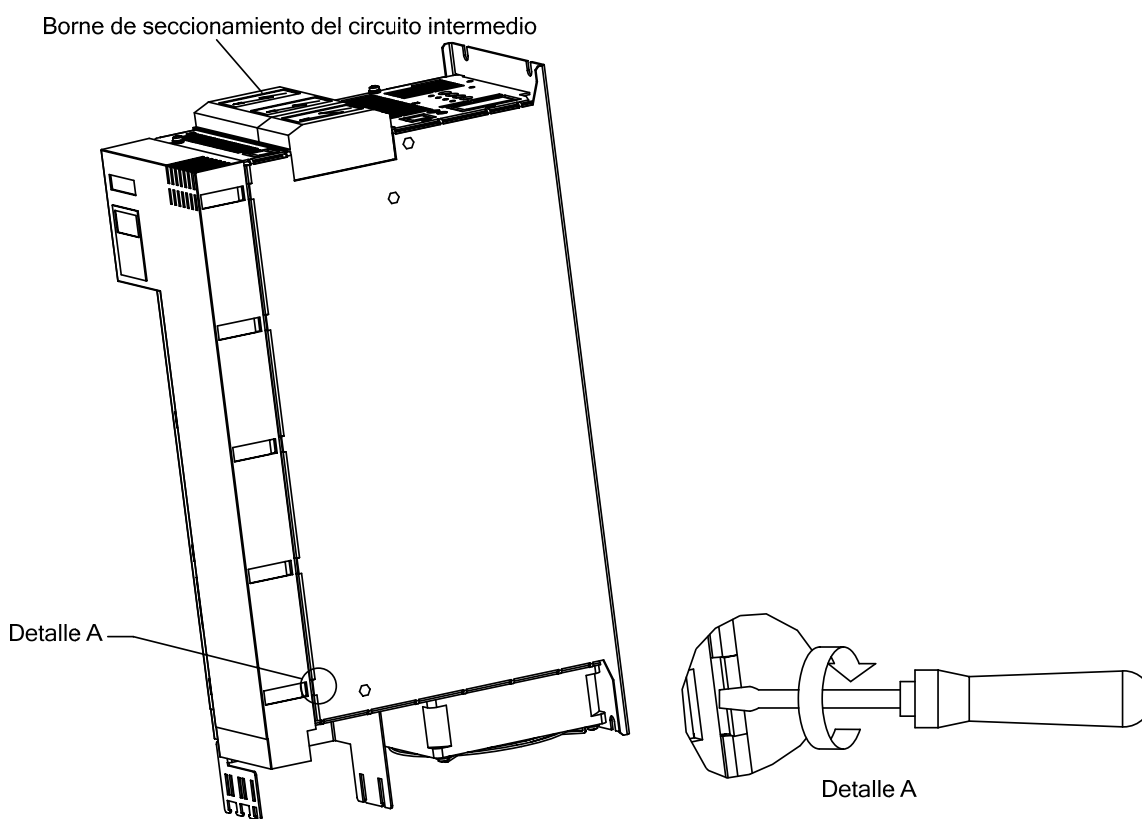

Figura 5-8
- ◆ Quite los cuatro tornillos de fijación en los lados superior e inferior del equipo. Haciendo palanca con un destornillador plano, levante con cuidado la placa frontal para soltarlo de los 5 ganchos que lo fijan al lado derecho del equipo (ver detalle A en Figura 5-8). La placa frontal sólo tiene que soltarse por el lado derecho del equipo. La placa frontal y la pared lateral izquierda siguen formando una unidad.